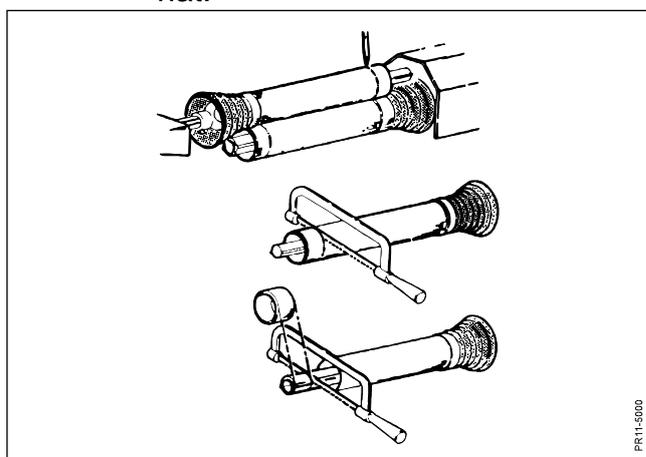

Abb. 2-3
- Abb. 2-3** Die Gelenkwellenhälften an PTO bez. PIC befestigen, wenn diese in der selben Waagerechten Ebene sind und gerade einander gegenüber liegen (bei dieser Maschine der kürzeste Abstand).